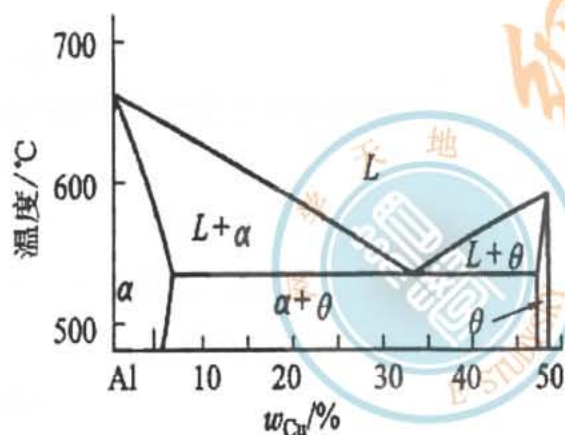

图 1 铝铜相图
- 4、如图 1 的铝铜合金的部分相图中，含铜 4.5% 的合金从 540°C 淬火后合金强度是否明显增加？如要得到理想强度，如何处理？解释为什么该合金结晶后初晶形态呈树枝状，分析铜 15% 的合金的平衡结晶过程。